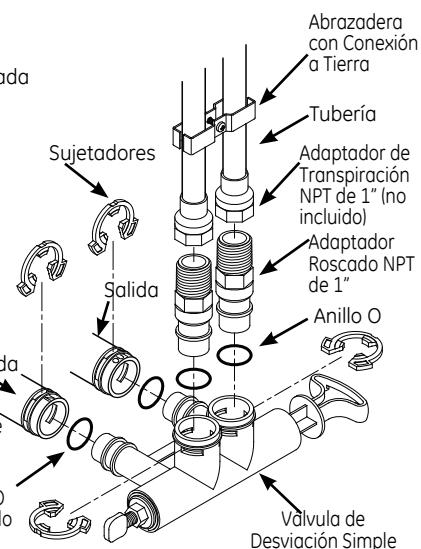

Figura 7
1. Retire dos abrazaderas de las puertas de entrada y salida de la válvula del suavizante de agua y visualmente controle y retire cualquier escombro; consulte la Figura 7.
3. Si aún no se realizó, coloque una cobertura luminosa de grasa de silicona en los anillos o de desviación simple; consulte la Figura 7.